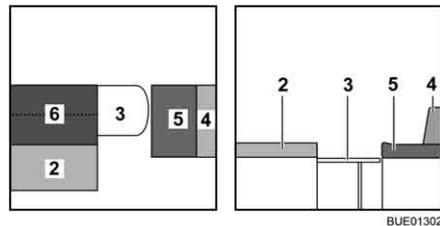

Fig. 119 Pendant la transformation
- Relever le coussin supplémentaire (Fig. 119,6) et le placer sur la table.